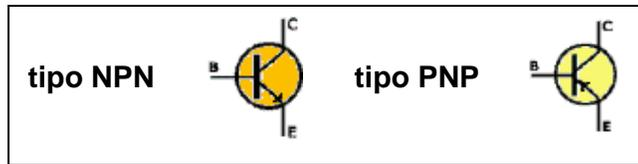

Figura 2.17 Símbolo de un Transistor NPN y PNP. 43
El transistor bipolar es el más común de los transistores, y como los diodos, puede ser de germanio o de silicio. En la figura 2.17 se observa el símbolo utilizado en los esquemas electrónicos para representar a un transistor NPN y PNP.
Existen dos tipos de transistores: el **NPN** y el **PNP**, y la dirección del flujo de la corriente en cada caso, lo indica la flecha que se ve en la figura 2.17. El transistor es un dispositivo de 3 patillas con los siguientes nombres: base (B), colector (C) y emisor (E), coincidiendo siempre, el emisor, con la patilla que tiene la flecha como se observa en la figura 2.17.